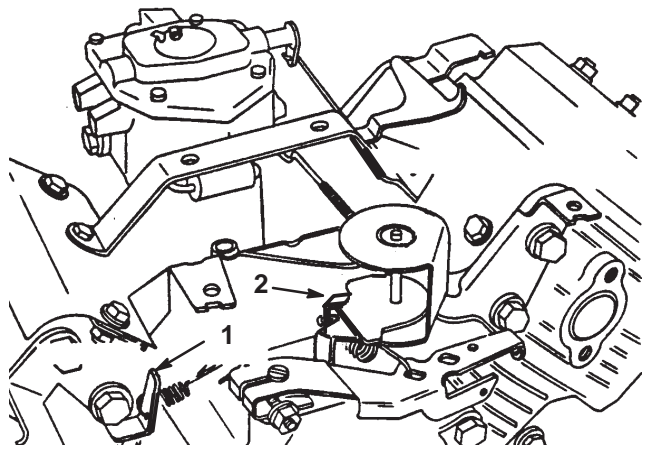

Bild 38
3. Biegen Sie den Anker-Federmitnehmer (Bild 38), um eine Leerlaufgeschwindigkeit von 1450 ± 50 U/Min zu erzielen. Kontrollieren Sie die Motordrehzahl mit einem Drehzahlmesser.
5. Stellen Sie den Gashebel auf Schnell. Biegen Sie den Anker-Federmitnehmer (Bild 38), um eine Vollgasdrehzahl von 2850 ± 50 U/Min zu realisieren.